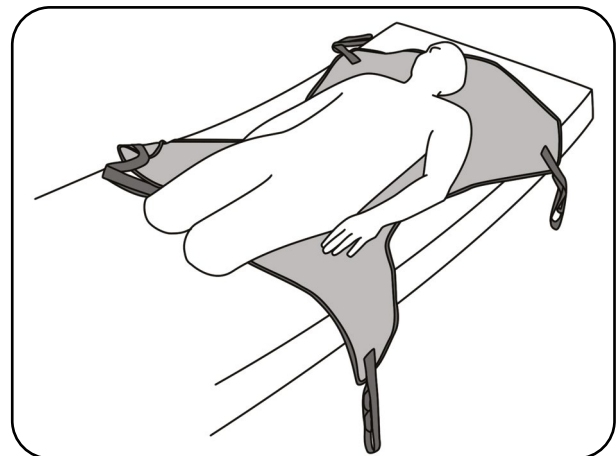

Abb. 8.3.06 - Beinstützen zwischen den Beinen des Patienten positioniert
7. Drehen Sie den Patienten wieder auf den Rücken und ordnen Sie die Schulter- und Beinschlaufen seitlich vom Patienten wegzeigend an (Abb. 8.3.06).